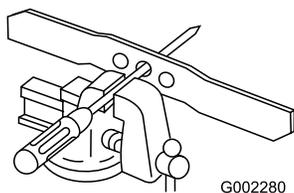

Рисунок 28
1. Проверьте балансировку ножа, поместив центральное отверстие в ноже поверх гвоздя или стержня отвертки, зажатых горизонтально в тисках (Рисунок 28).